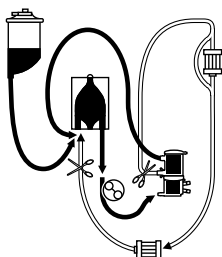

Figura 8.
1. Dopo avere posizionato il tubo in una canaletta della pompa adeguatamente occlusa, rimuovere il clamp dall'uscita di ricircolo come indicato nella figura 8 per consentire il ricircolo tra l'ossigenatore e il serbatoio venoso.